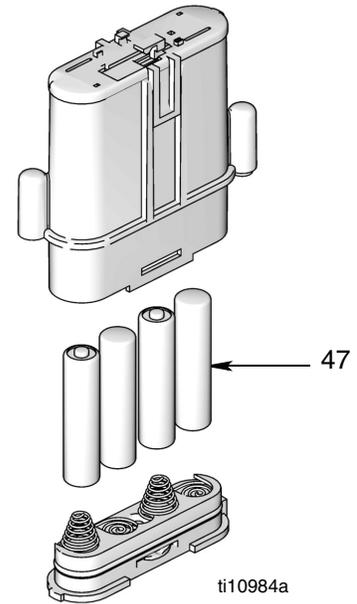

图 28
<ul style="list-style-type: none"> <li>仅使用本手册指定的电池尺寸和类型。</li> </ul> <p>能满足使用寿命要求的电池：</p> <ul style="list-style-type: none"> <li>Energizer E91</li> </ul> <ul style="list-style-type: none"> <li>在将电池装入电池盒时应确保正确的极性（图 28）。装反电池可能会损坏本流量计。</li> <li>不要混装不同类型的电池或将新旧电池混装。始终用 4 个新电池更换 4 个旧电池。</li> </ul>
- 安装新电池。请参见图 28 中的电池方向。